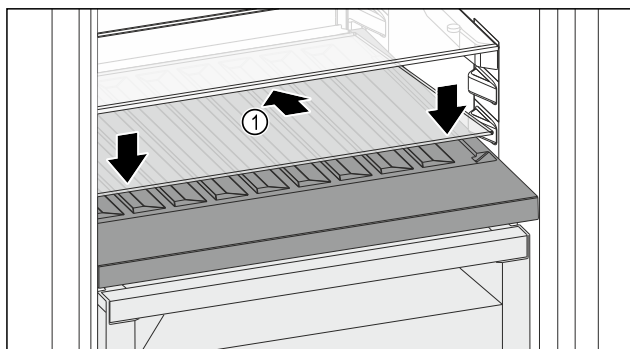

Fig. 163
- ▶ Вставьте стеклянную пластину Fig. 163 (1) наискосок и с уклоном назад вниз.
- ▶ Опустите стеклянную пластину *Fig. 163 (1)* спереди.